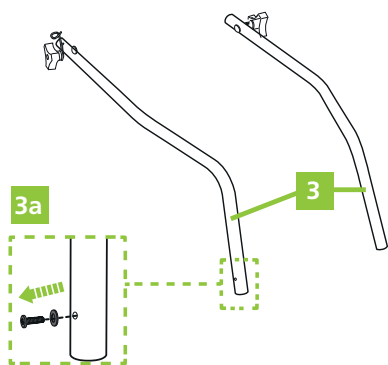

Figure 1
1. Retirez les vis (3a) du guidon inférieur (3) et gardez-les à portée de main (Fig. 1).